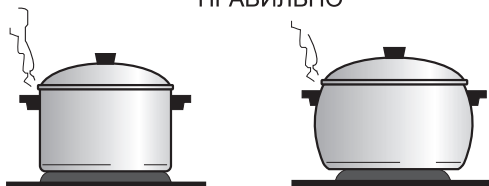

Рис. 2
- **ПОМНИТЕ!** для быстрого приготовления пищи посуда должна иметь плоское дно, хорошо прилегающее к поверхности конфорки. Диаметр посуды должен равняться или быть немного больше диаметра конфорки (рис. 2).